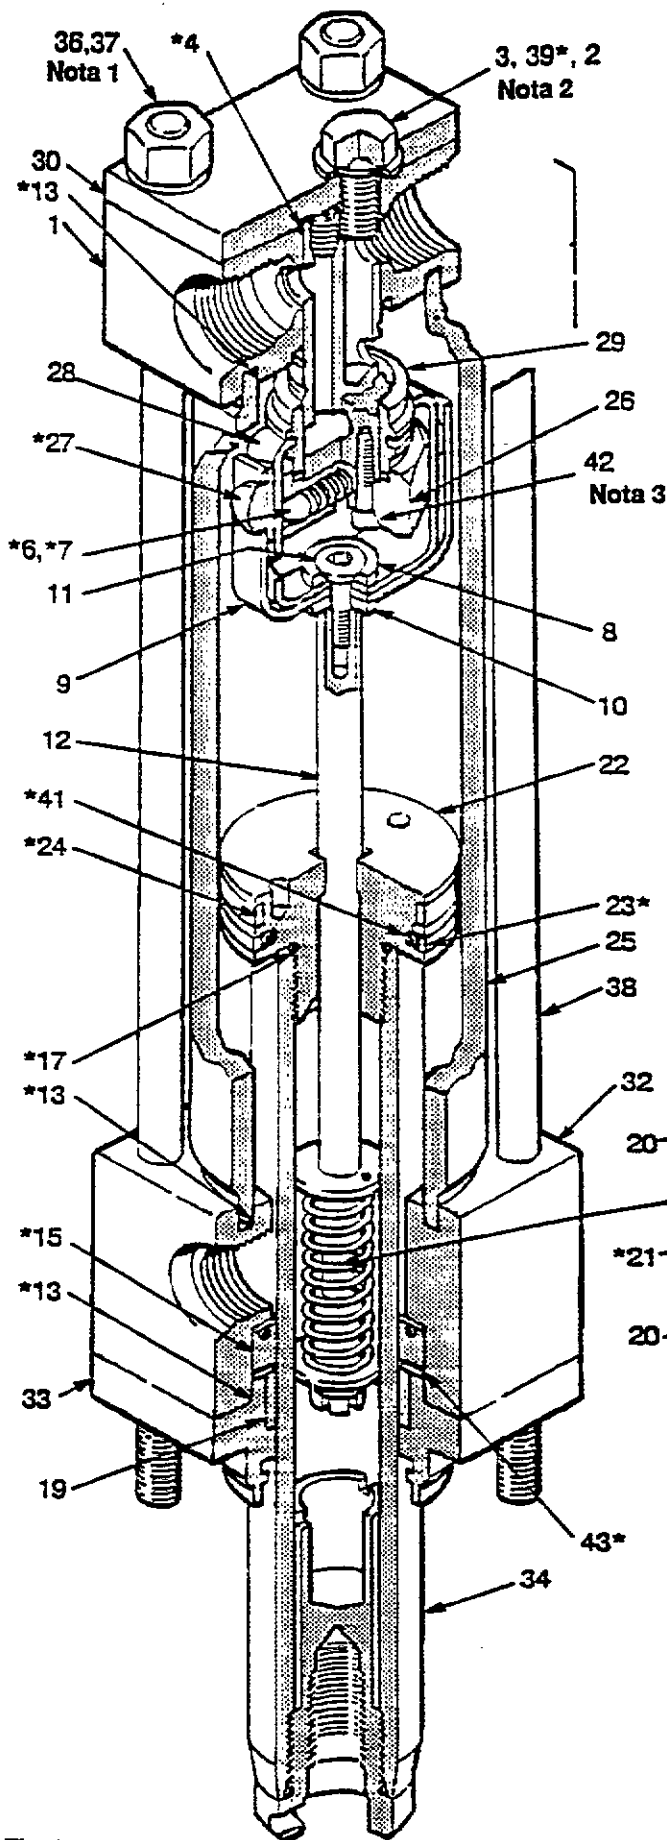

Fig 7-1
Voir Fig 7-1 pour les Etapes 1 à 17.
7. Dévisser l'écrou (18) et retirer le ressort (21) de la tige d'arrêt (12). Installer un nouveau ressort (21\*) et visser sur l'écrou (18), en ajustant l'écrou de la manière indiquée sur le Détail A, Fig 7-1.
9. A l'aide d'un maillet en plastique, taper sur le logement (33) du boîtier pour le desserrer et l'extraire du bloc (32) cylindre inférieur.
13. Inspecter la bague de guidage (28) pour y déceler d'éventuelles traces d'usure ou d'endommagement. Si un remplacement est nécessaire, retirer la vis (11) de la tige d'arrêt (12). *Remplacer les pièces endommagées et les guides (27\*) de la tige de commande d'inversion.*
### Légendes de la figure 7-1